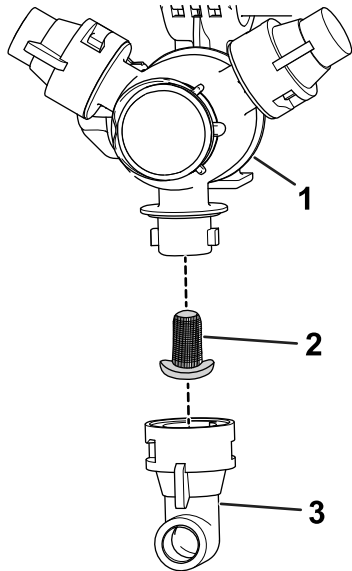

Figure 32
2. Retirez la buse de la tourelle de pulvérisation (Figure 32).
3. Déposez le filtre de buse (Figure 32).
5. Remettez le filtre de buse (Figure 32).
6. Installez la buse sur la tourelle de pulvérisation (Figure 32).